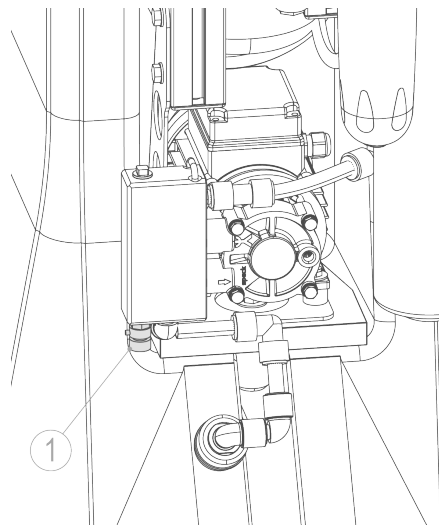

Abb. E-3: Entlüftung Druckerhöhung
- Die Druckerhöhungspumpe ist entlüftet, wenn Permeat aus dem Entlüftungs-/Probeventil (siehe Abb. E-3, Pos. 1) fließt. Entlüftungsventil schließen.